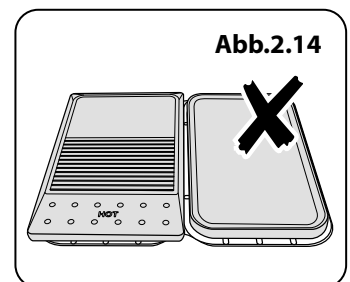

Abb.2.14
- ⚠ **Niemals zwei Grillplatten nebeneinander aufsetzen (**Abb.2.14**).**